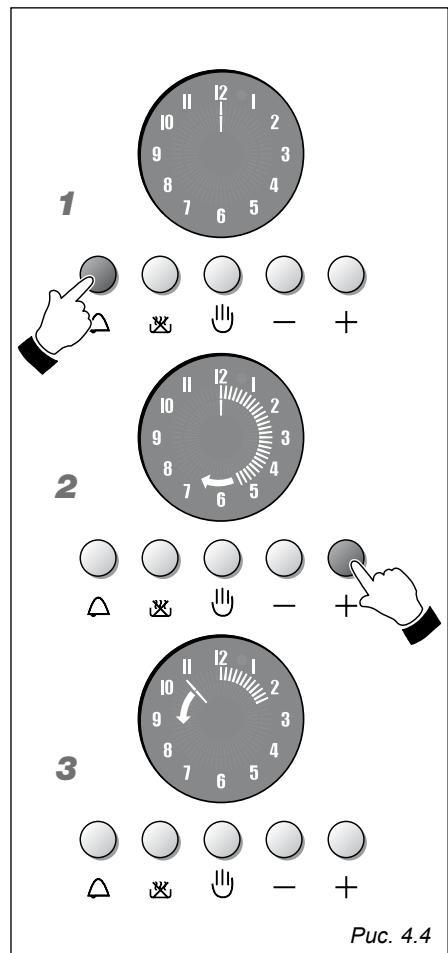

Рис. 4.4
ТАЙМЕР (Рис. 4.4)
1. Рис. 4.4 – Для того чтобы задать программу таймера, нажмите кнопку \triangle .
2. Рис. 4.4 – В течение 7 секунд нажмите на кнопку $+$ для установки необходимого времени. Загорятся светящиеся стрелки внешнего круга. Для уменьшения значения времени нажмите на кнопку $-$.
3. Рис. 4.4 – Незамедлительно начнется обратный отсчет, и на дисплее начнут зажигаться стрелки в направлении против часовой стрелки. При каждом повороте (1 минута) этой стрелки погасает одна светящаяся стрелка.